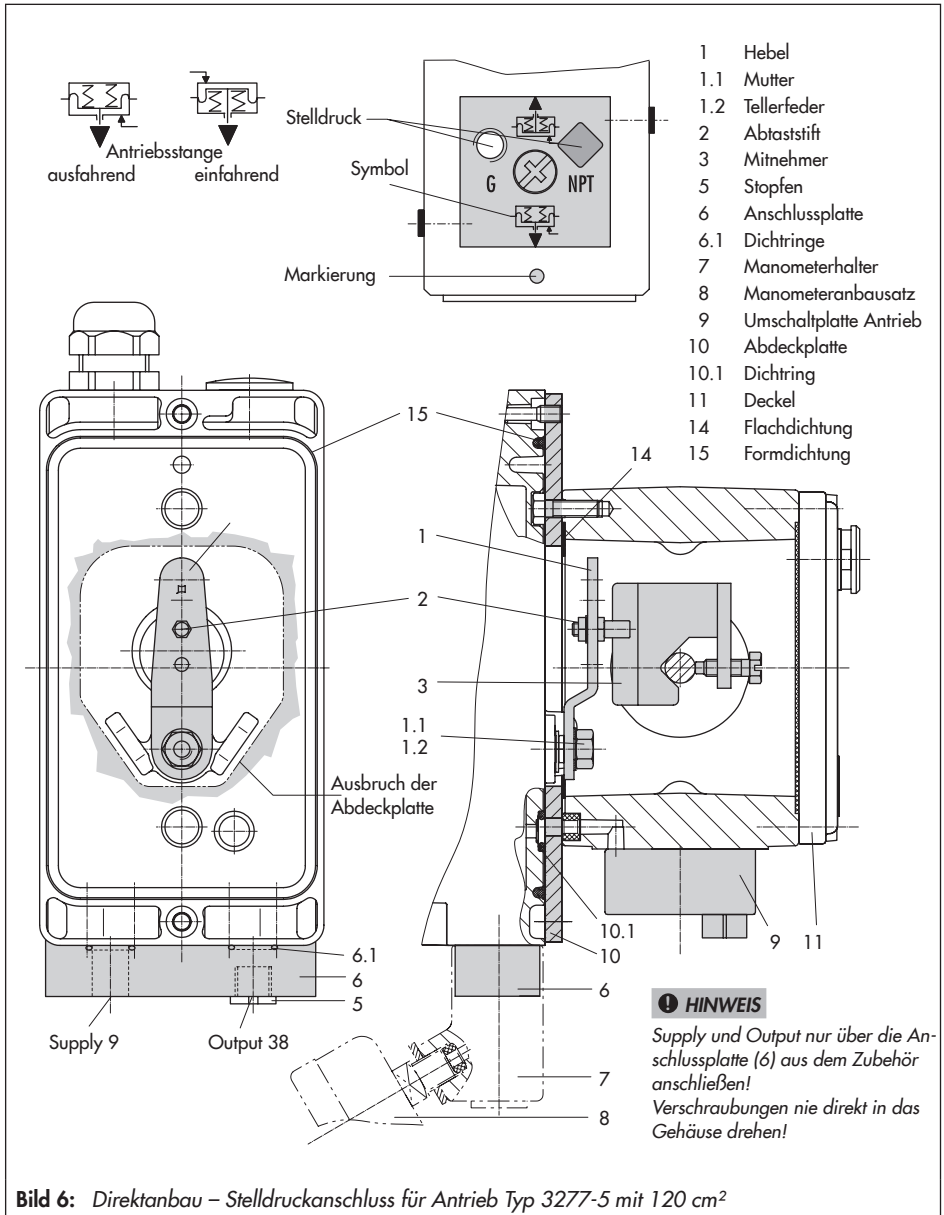

Bild 6: Direktanbau – Stelldruckanschluss für Antrieb Typ 3277-5 mit 120 cm2
**Antrieb mit 120 cm2** (vgl. Bild 6)
- Unbedingt darauf achten, dass die Flachdichtung der Anschlussplatte (9) richtig eingelegt ist.
3. Anschlussplatte (6) oder Manometerhalter (7) mit Manometern am Stellungsregler montieren, auf richtigen Sitz der beiden Dichtringe (6.1) achten.
4. Mitnehmer (3) an die Antriebsstange setzen, ausrichten und so festschrauben, dass die Befestigungsschraube in der Nut der Antriebsstange sitzt.
5. Abdeckplatte (10) mit schmaler Seite des Ausbruchs (Bild 6 links) in Richtung zum Stelldruckanschluss befestigen, die aufgeklebte Flachdichtung (14) muss zum Antriebsjoch zeigen.
6. **Hub 15 mm:** Am Hebel M (1) auf der Stellungsregler-Rückseite verbleibt der Abtaststift (2) auf Stiftposition 35 (Lieferzustand).
**Hub 7,5 mm:** Abtaststift (2) aus Stiftposition 35 lösen und in die Bohrung für Stiftposition 25 umsetzen und verschrauben.
7. Formdichtung (15) in die Nut des Stellungsreglergehäuses und Dichtring (10.1) auf der Gehäuserückseite einlegen.
8. Stellungsregler an der Abdeckplatte (10) so aufsetzen, dass der Abtaststift (2) auf der Oberseite des Mitnehmers (3) zu liegen kommt. Hebel (1) entsprechend verstellen und Stellungsreglerwelle bei geöffnetem Deckel am Dreh-/Druckknopf bzw. an der Kappe festhalten. Der Hebel (1) muss mit Federkraft auf dem Mitnehmer aufliegen. Den Stellungsregler mit seinen beiden Befestigungsschrauben an der Abdeckplatte (10) festschrauben.